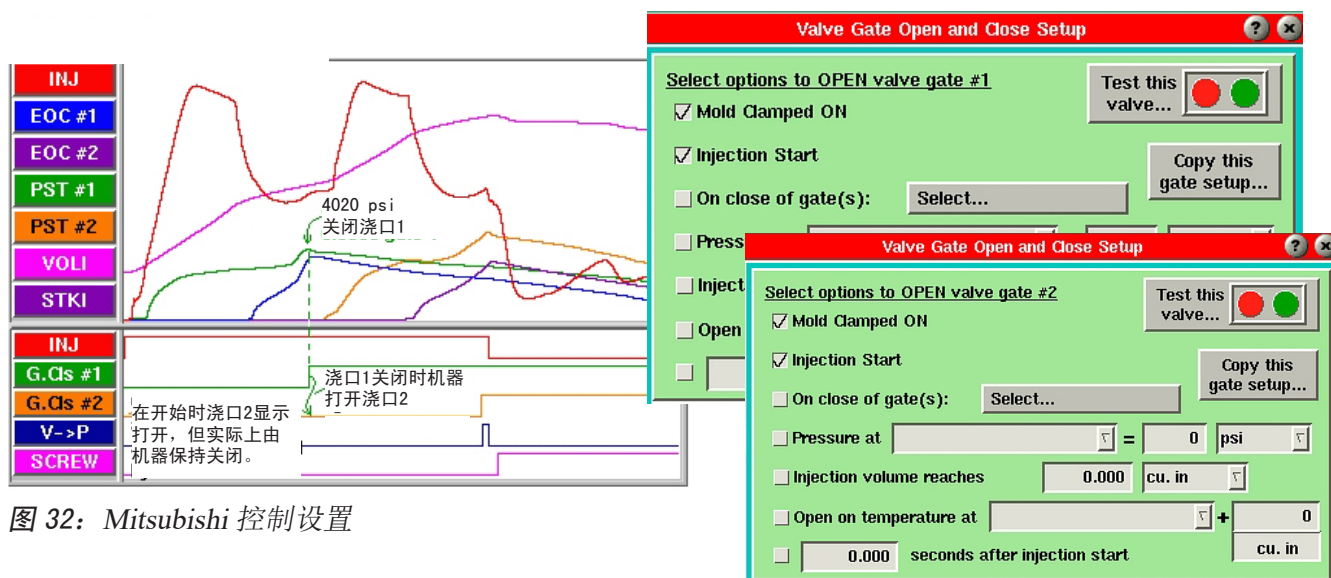

图 32: Mitsubishi 控制设置
- 所有浇口打开控制都必须设置为至少在“模具夹紧开始”时打开。在替代型腔方案中，向机器控制器发出的“关闭”信号应在循环开始时关闭。当 eDART® 依次关闭各阀门时，机器打开下一个。因此循环图看起来就象图 32 中的例子。